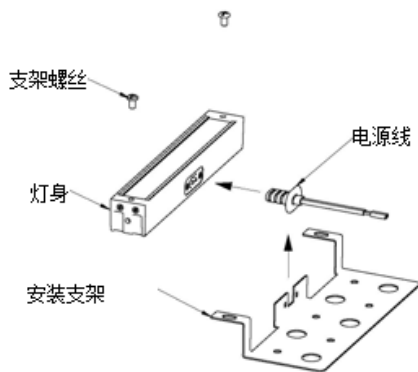

图 6
1. 拆卸安装支架，将电源线从安装支架中推出，再重新插入灯身<图6>。